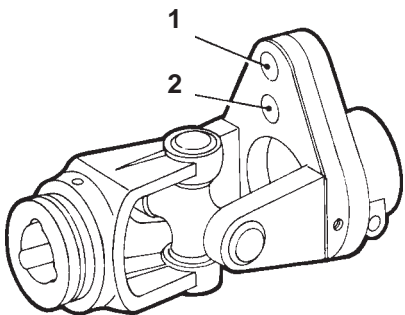

Fig. 11
Se tale bullone è inserito nel foro (2 Fig. 11) e si trancia ripetutamente, è consigliabile montarlo nel foro (1 Fig. 11).
*If the bolt, inserted in hole (2 Fig. 11), shears repeatedly, then we recommend inserting it in the hole (1 Fig. 11).*
neue gleicher Maße und gleichen Materials ersetzt werden. Wenn diese Mutter-schraube in Öffnung (2 Fig. 11) eingefügt ist und sich wiederholt durchtrennt, raten wir sie in Öffnung (1 Fig. 11) zu montieren.
*Si ce boulon est introduit dans le trou (2 Fig. 11) et se casse maintes fois, on conseille de le monter dans le trou (1 Fig. 11).*
les. Si el perno está introducido en el agujero (2 Fig. 11) y se tronchara muchas veces, se aconseja montarlo en el agujero (1 Fig. 11).